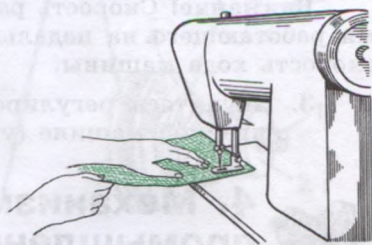

Рис. 3. Положение рук при стачивании деталей
2. Работать обеими руками. Направлять детали изделия, скользя руками по поверхности стола (рис. 3).